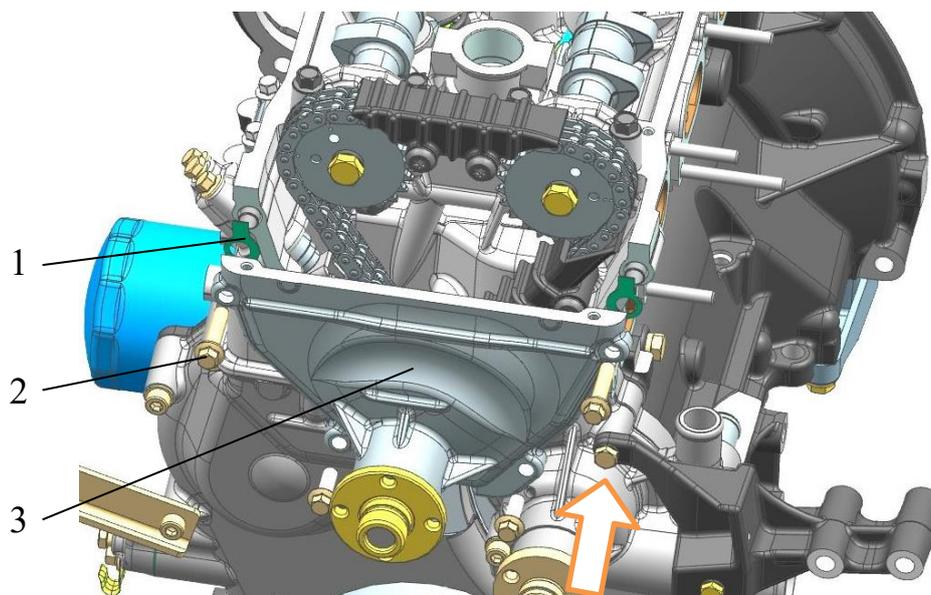

Рис.162. Установка передней крышки головки цилиндров:
17. Установить и закрепить переднюю крышку 3 (рис.162) головки цилиндров с прокладкой 1, завернув болты 2 моментом 11,8...17,6 Н·м (1,2...1,8 кгс·м).